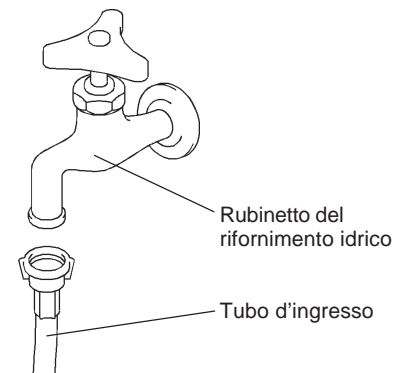

Fig. 9
3) Collegare l'altra estremità del tubo d'ingresso al rubinetto dell'acqua (Fig. 9), assicurandosi che la rondella sia posizionata correttamente prima di serrare manualmente come sopra.